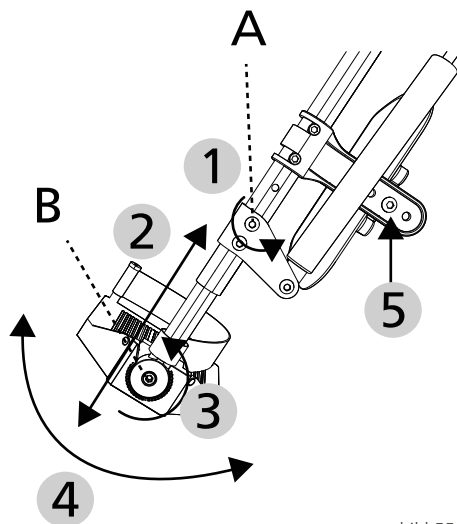

bild 55
Först måste vadstödsdynan monteras med hjälp av bifogad insexskruv (5 mm) och mutter. Sätt fast förskruvningen i tredje fästhållet på vadstödsdynans hållare (se pil 5 i bild 55 på sidan 44).
1. Lossa insexskruven (4 mm, pos. A i bild 55) några varv (pil 1 i bild 55) när lårlängden ska justeras. Skruven ska dock inte lossas helt.
2. Flytta (dra eller skjut) fotstödet till önskat läge (pil 2 i bild 55). Tänk på att avståndet mellan fotstöd och mark ska vara minst 40 mm. Det finns måttstreck på röret som indikerar hur långt ut fotstödet kan dras maximalt (och minst).
3. Avsluta justeringsarbetet med att dra åt skruven (pos. A i bild 55). Observera att låsskruven därvid greppar i den inre infästningssliden.
1. Lossa insexskruven (5 mm, pos. B, pil 3 i bild 55).
3. Sätt tillbaka fotstödet i önskat vinkelläge (pil 4 i bild 55).